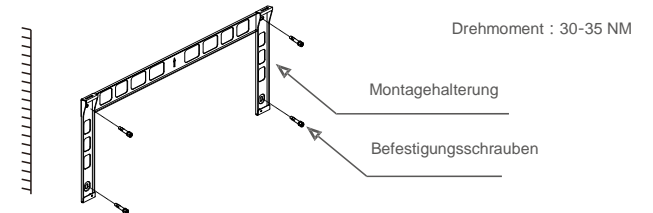
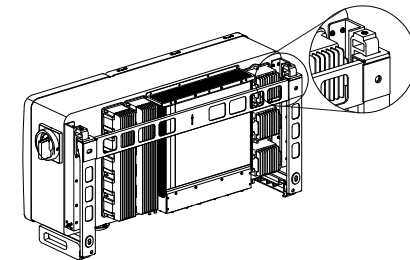

Abbildung 3.6 Wandmontage des Wechselrichters
Abbildung 3.7 Wechselrichter installieren
Siehe Abbildung 3.6 und Abbildung 3.7. Der Wechselrichter muss vertikal montiert werden. Die Schritte zum Montieren des Wechselrichters sind nachfolgend aufgeführt.
1. Siehe Abbildung 3.6, Löcher für Befestigungsschrauben auf der Grundlage des Lochdurchmessers der Halterung mit einem Präzisionsbohrer bohren, wobei der Bohrer senkrecht zur Wand gehalten wird.
2. Stellen Sie sicher, dass die Halterung horizontal ist. Und dass die Befestigungslöcher (in Abbildung 3.6) korrekt markiert sind. Bohren Sie die Löcher gemäß den Markierungen in die Wand.